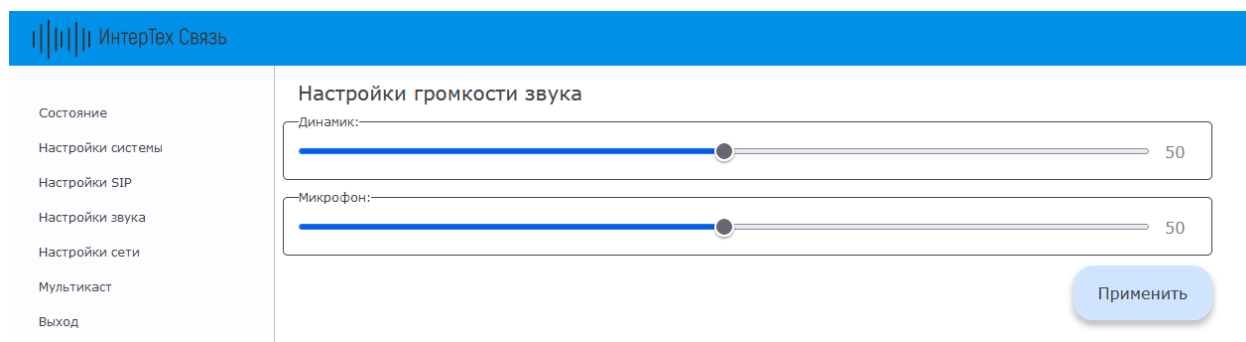

Рисунок 9 – Меню «Настройки звука»
2.5.5.3 Настройка звука осуществляется в меню «Настройки звука» в области «Настройки громкости звука» (рисунок 9).
2.5.5.4 Для настройки звука следует установить необходимые значения и нажать кнопку «Применить» (см. рисунок 9).